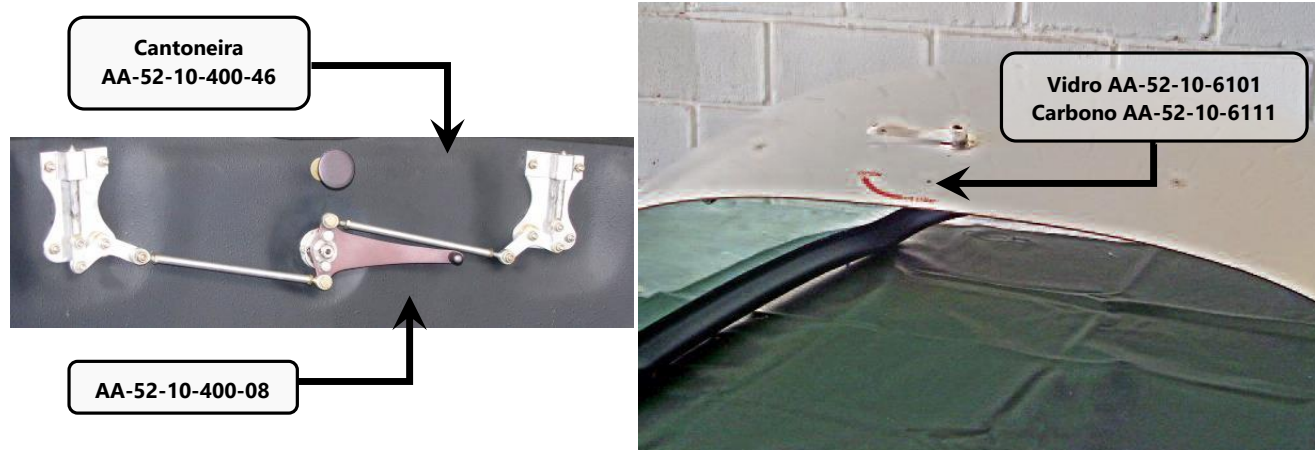

Figura 52.10.14 – Puxador e Batente do Canopy
1. Remover o parafuso MS24694-C11, Puxador do Canopy AA-52-10-400-31, a Cantoneira AA-52-10-400-46 do canopy e as arruelas mostradas na figura 52.10.14. Utilizar uma chave Phillips de 6"x1/4".